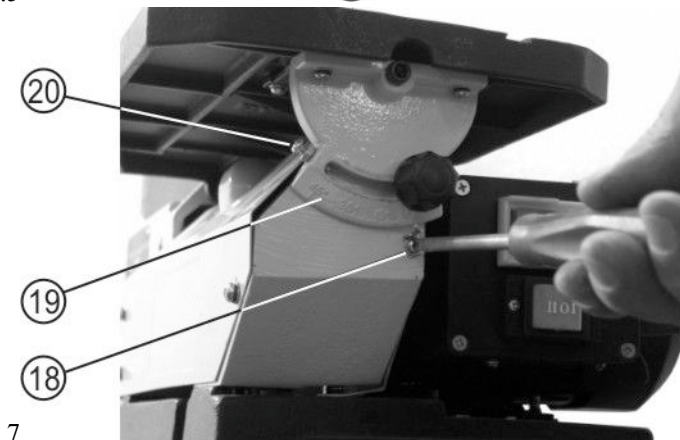

Рис.7
10.4. Ослабьте винт, закрепляющий указатель угла наклона рабочего стола (20), установите стрелку на 0° на шкале угла наклона рабочего стола (13) и закрепите винт указателя угла наклона рабочего стола (20), Рис.7.
10.6. **Шкалу угла наклона рабочего стола (13) Рис.7, используйте только для ориентировки.** Перед началом распиловки всегда еще раз проверяйте угол наклона рабочего стола с помощью угломера.